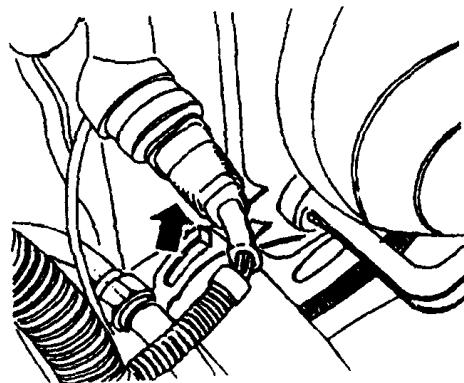

图 1-11 拔下散热器左侧的热敏开关接头
(8) 拔下散热器左侧的热敏开关接头，如图 1-11 所示。